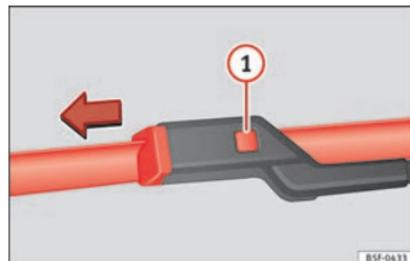

Fig. 171 Sostituzione della spazzola del tergicristallo.
- Premere il pulsante di sicurezza ① » **fig. 171.**